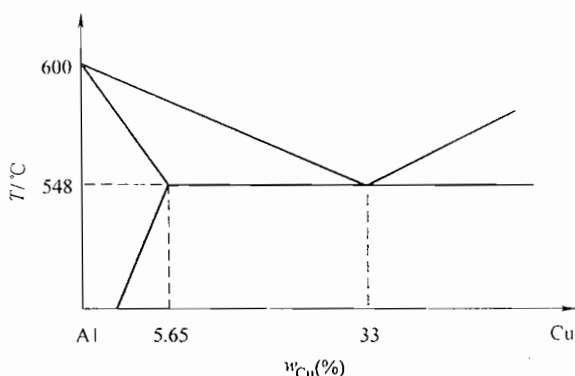

图 27-6 第七题第 1 小题图
1. 图 27-6 为 Al-Cu 二元合金相图, 今将含 $w_{Cu} = 2\%$ 的合金棒在固相中无扩散、液相中完全混合、液固界面平面推进的条件下进行不平衡凝固 (忽略成分变化引起的体积变化)。计算凝固始端固相的成分; 确定凝固结束后共晶体占铸锭棒长的体积百分数, 并示意画出合金棒中溶质 (Cu) 浓度分布曲线。